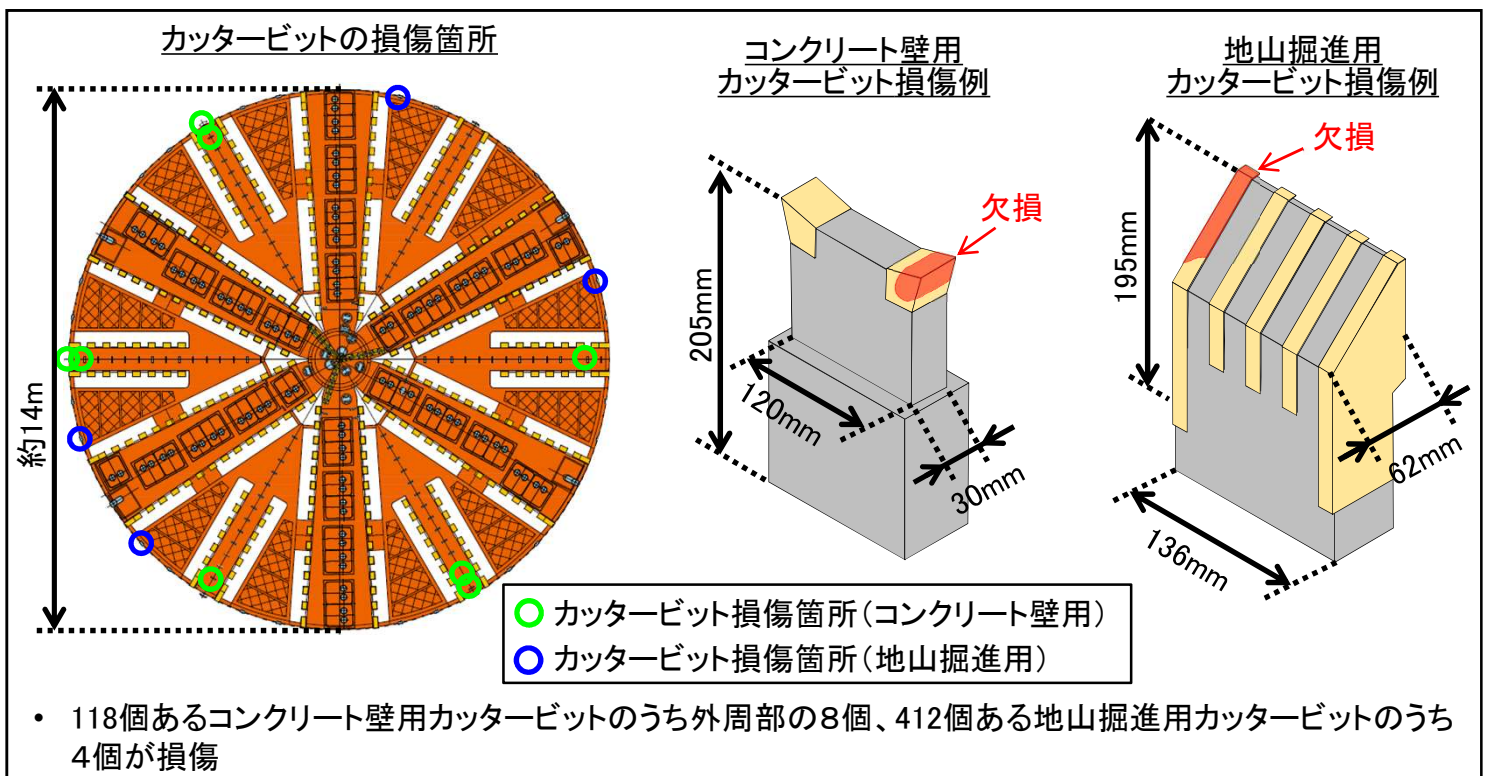

図3 カッタービットの損傷状況
- ・ 切削後に確認した結果、118個あるコンクリート壁用カッタービットのうち外周部の8個、412個ある地山掘進用カッタービットのうち4個の損傷が判明しました（図3）。